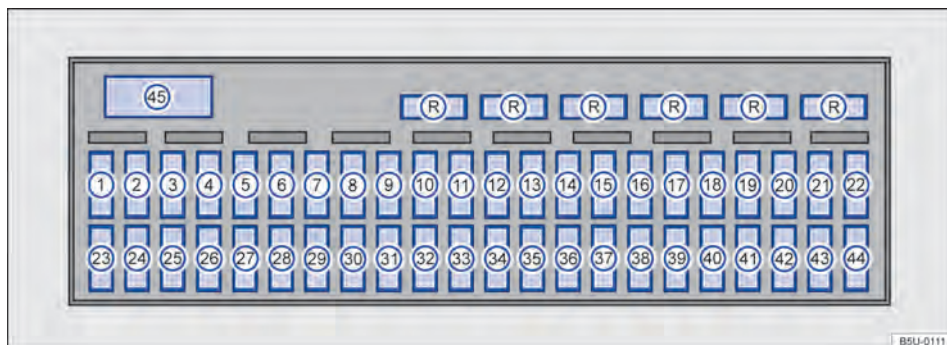

Fig. 118 Caixa de fusíveis.
A Volkswagen recomenda manter sempre no veículo alguns fusíveis de reserva, que podem ser alojados na parte superior da caixa de fusíveis → Fig. 118 (R) (como, por exemplo, fusíveis de 5 A, 10 A, 15 A, 20 A, 25 A e 30 A para veículos sem ar-condicionado ou 40 A para veículos com ar-condicionado).